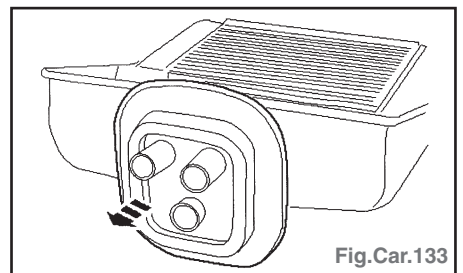

Fig.Car.133
- Déposer le joint en caoutchouc (Fig.Car.133).